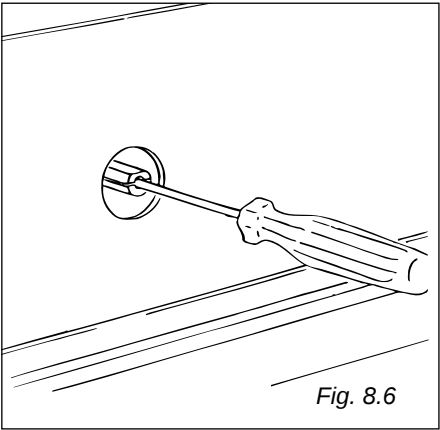

Fig. 8.6
- à l'aide d'un tournevis mince tourner la vis à l'intérieur de la tige jusqu'au moment où l'on obtient le réglage correct (Fig. 8.6).